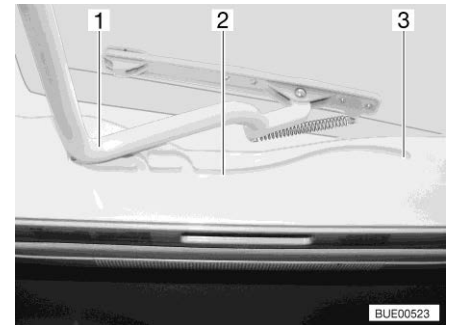

Bild 65 Führung (Heki-Dachhaube)
- Den Bügel (Bild 65,1) in den Führungen (Bild 65,2) bis in die hinterste Position (Bild 65,3) ziehen.
- Den Bügel (Bild 65,1) mit beiden Händen leicht nach oben drücken.
- Den Bügel in den Führungen (Bild 65,2) bis zur gewünschten Stellung ziehen.